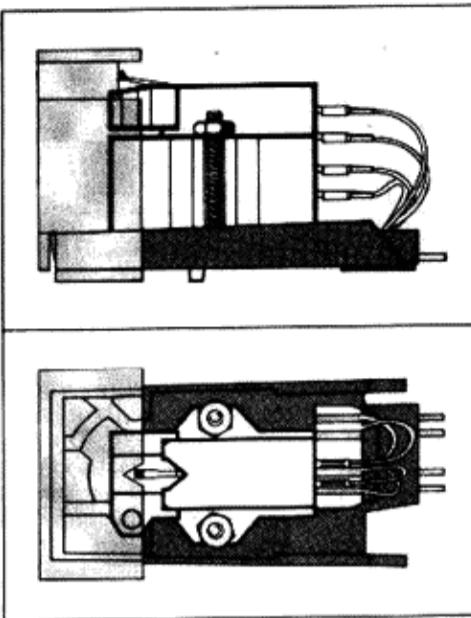

Fig. 15
2. Befestigen Sie das Tonabnehmersystem unter Verwendung des dem Tonabnehmersystem beigefügten Zubehörs auf dem Systemträger. Zu beachten ist, daß sich die Abtastnadelspitze – von oben betrachtet – mit der V-förmigen Aussparung der Systemlehre deckt (Fig. 15).
2. Fixez la cellule sur le porte-cellule en utilisant les accessoires joints à la cellule. Vérifiez que la pointe de lecture - vue de haut - se superpose à l'encoche en forme de V du gabarit de la cellule (Fig. 15).
2. Using the hardware provided, mount the cartridge on the cartridge holder. Make sure that the V-shaped recess of the stylus tip - as seen from above - covers the cartridge gauge (Fig. 15).